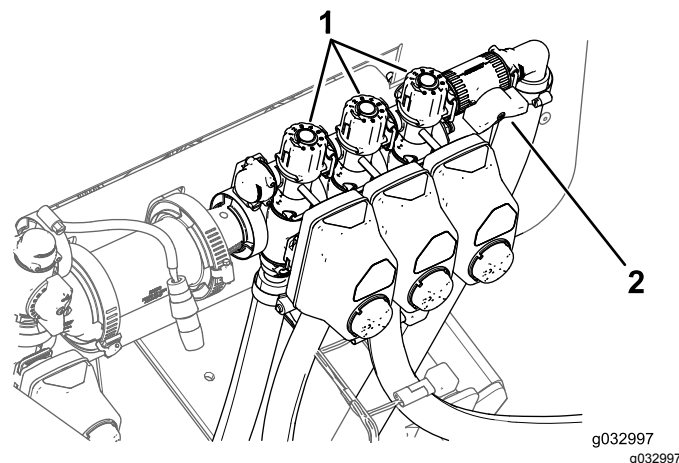

Bild 47
11. Stellen Sie den linken Ausleger ab und stellen das Handrad für das Auslegersicherheitsventil (Bild 47) ein, bis der Druck gemäß der Tabelle am vorherigen Niveau liegt.
13. Stellen Sie das Handrad für das rechte Auslegersicherheitsventil (Bild 47) ein, bis die Dosierung gemäß der Tabelle am vorherigen Niveau liegt.
15. Stellen Sie das Handrad für das mittlere Auslegersicherheitsventil (Bild 47) ein, bis die Dosierung gemäß der Tabelle am vorherigen Niveau liegt.